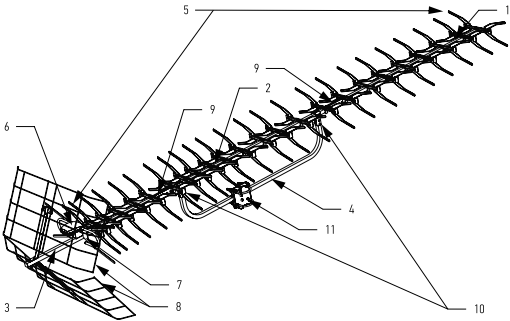

Рис.1 Общий вид антенны
- 1. Общий вид антенны приведен на Рис. 1.
- 2. Наружная активная антенна для цифрового телевидения DVB-T2 RX-415* представляет собой антенну дециметрового диапазона «волновой канал». Основными узлами антенны являются: траверса, состоящая из передней (1), средней (2) и задней (3) частей, подтраверсник (4), Х-образные директоры (5), антенная коробка (6), вибратор (7), рефлекторы (8), скобы крепления полутраверс (9), скобы крепления подтраверсника (10) и узел крепления антенны на мачту (11).